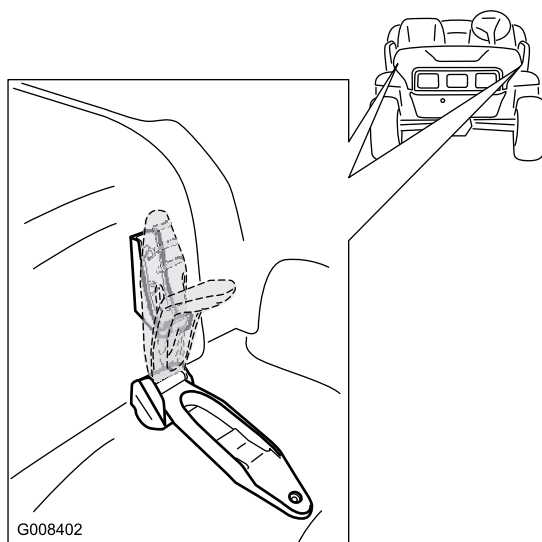

Figura 24
1. Liberte as fitas de borracha em ambos os lados do capot (Figura 24).